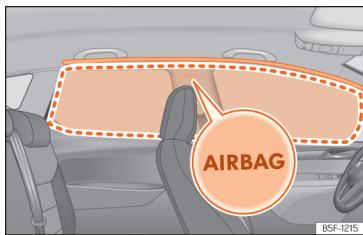

Fig. 34 Ubicación y zona de despliegue del airbag para la cabeza.
Los airbags para la cabeza se encuentran a ambos lados del habitáculo, encima de las puertas »» **fig. 34** y su ubicación está indicada con la palabra "AIRBAG".
»» **fig. 34**. Por este motivo, nunca se deberán depositar o fijar objetos en esta zona »» **Δ**.
- Asegúrese de que los niños viajen sentados correctamente en sus asientos y no sitúen la cabeza en la zona de despliegue de los airbags para la cabeza »» **fig. 34**, ya